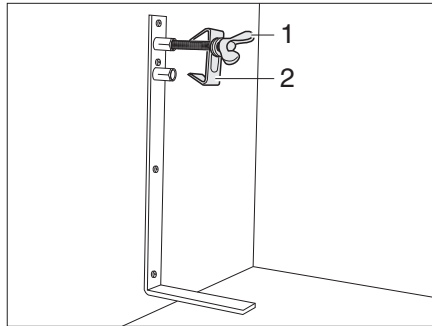

Bild 173 Ersatzrad-Halterung
- Die Schraube (Bild 173,1) lösen und mit der Zentrierung (Bild 173,2) abnehmen.